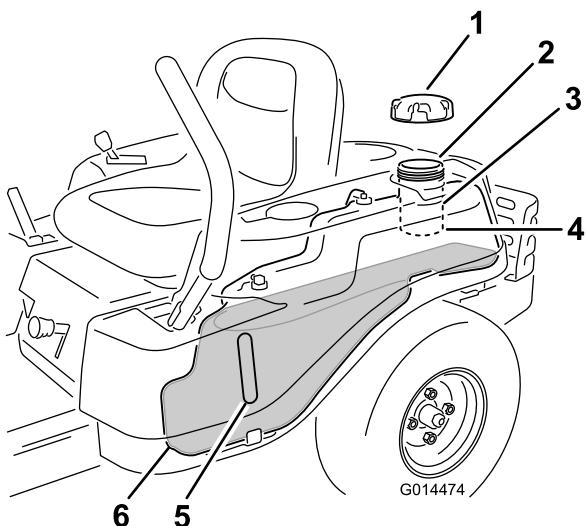

Bild 10
2. **Hinweis:** Sie können auf der Benzinuhr den Benzinstand ablesen, bevor Sie den Tank füllen (Bild 10).
2. Füllen Sie **langsam** bleifreies Normalbenzin ein, bis der Stand an der Unterseite des Einfüllstutzens liegt (Bild 10).